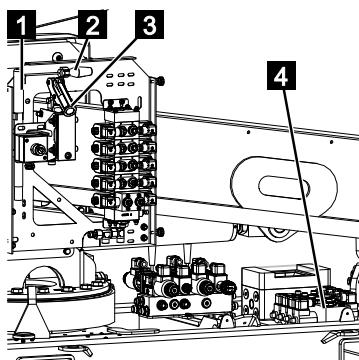

Abb. 116
4. Den Handpumpenhebel (Abb.116/1) herausnehmen und in die Handpumpe (Abb.116/3) eindrehen.
5. Das gewünschte Ventil am Ventilblock (Abb.116/4) durch eindrücken mit dem Bedienhebel (Abb.116/3) betätigen und gleichzeitig mit der Handpumpe pumpen.